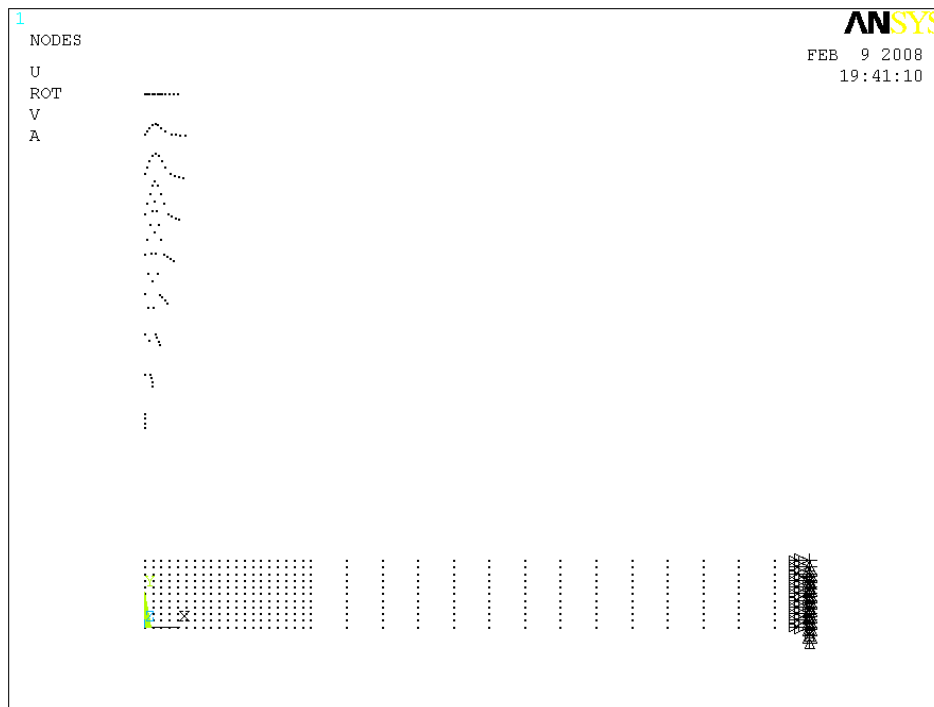

Рисунок 59. Результат закрепления крайних правых узловых точек
- Нажимаем кнопку **OK** (Рисунок 59).